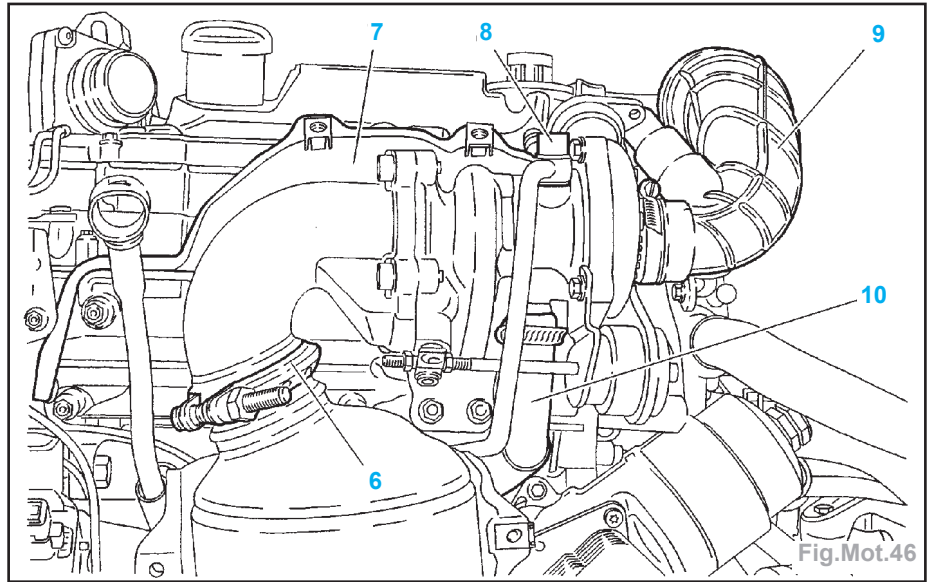
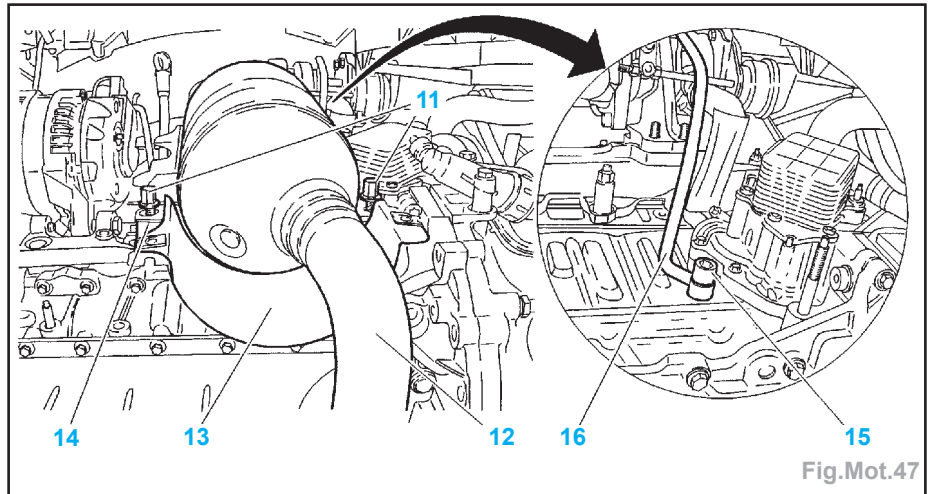

Fig.Mot.46
Fig.Mot.47
- le capteur de présence d'eau (7),
- le réchauffeur de gazole (6).
- l'isolation thermique du catalyseur (4).
- Désaccoupler la durit (5).
- Déposer (Fig.Mot.46) :
- le collier (6),
- le raccord (8) d'alimentation d'huile du turbocompresseur avec ses 2 joints,
- l'écran thermique (7),
- le conduit d'air (9),
- la durit sous turbocompresseur (10).
- Déposer (Fig.Mot.47) :
- les 2 vis (11),
- le catalyseur (12),
- le demi collier / entretoise sous catalyseur (14),
- l'écran thermique (13),
- le raccord (15) avec ses 2 joints,
- le tube (16) d'alimentation d'huile,